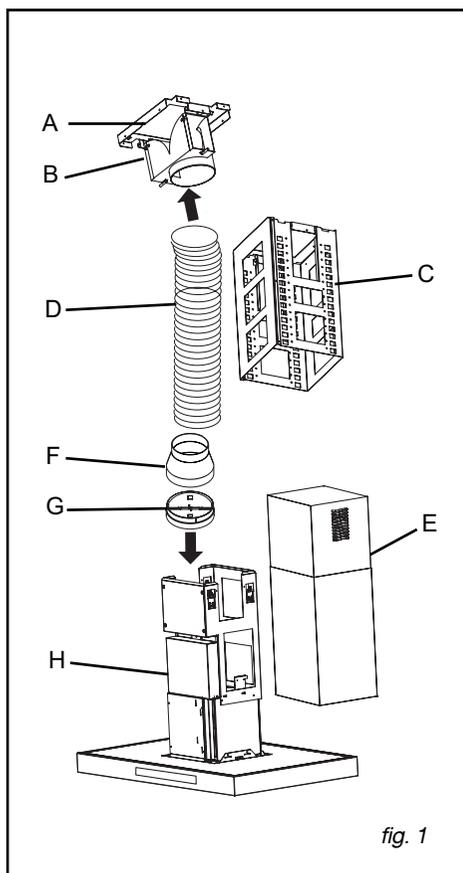

fig. 1
(fig. 1)
**• Desmontagem do filtro cassete (fig. 1)**
- Retire o filtro de carvão ou a grelha de protecção plástica (B.fig.1)
Qualquer intervenção no seu aparelho deve ser realizada pelo seu revendedor ou por outro profissional qualificado autorizado pela marca. Ao chamá-los, indique a referência completa do seu aparelho (modelo, tipo e número de série). Estas informações figuram na placa de identificação fixada no aparelho (*Fig. 1*).